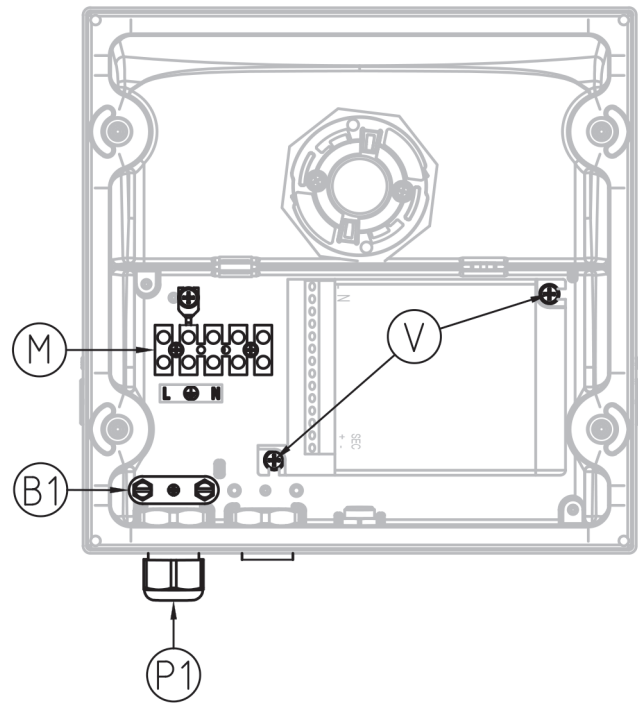

FIG. 18 NEXT 1 1-10V electrical wiring CL.1
ELEKTRISCHER ANSCHLUSS NEXT 1 VERSION 1-10V AUSFÜHRUNG CL. I (siehe Abbildung 18)
- **NEXT 1 Branchement électrique version 1-10V CL. I** (voir **figure 18**);